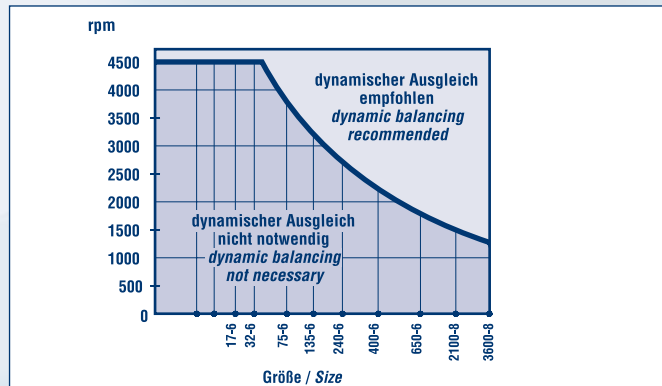

Abb. 1: H-Serie
6. Überprüfen Sie anhand von Abb. 1 and 2, ob ihre Kupplung dynamisch ausgeglichen werden muss oder nicht.